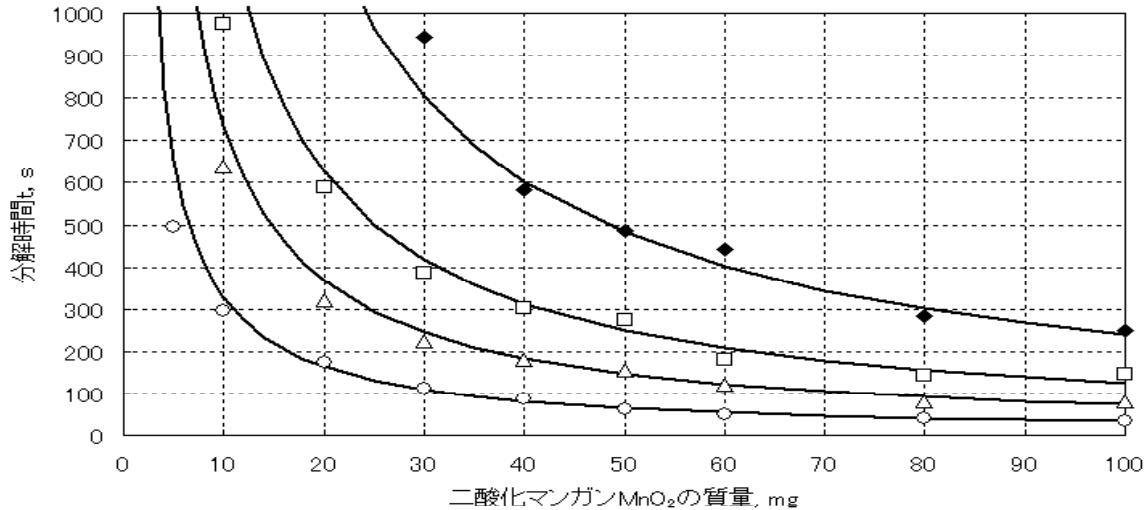

図1 酸素発生時間(過酸化水素の分解時間)と二酸化マンガンの質量の関係
- ① 体と内臓器官のイラストをプリントアウトし、はさみで切り取る（図1）。